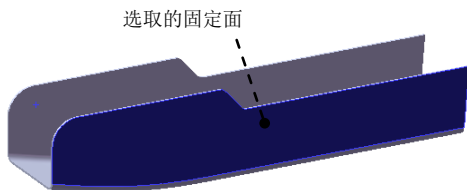

图 12.4.8 选取的固定面
② 定义抽壳参数。在 **参数(P)** 区域的 **D1** 文本框中输入厚度值 0.5。
(3) 单击 按钮，完成抽壳 1 的创建。
Step6. 将零件转换为钣金零件（图 12.4.8）。
(1) 选择命令。选择下拉菜单 **插入(I)** → **钣金(B)** → **折弯(B)...** 命令（或单击“钣金”工具栏上的“折弯”按钮 ）。
(2) 定义钣金折弯参数属性。
① 定义折弯参数。选取图 12.4.8 所示的表面为“固定的面”。在 **折弯参数(B)** 区域的 文本框中输入折弯半径值 0.1。
② 定义钣金折弯系数。在 **折弯系数(A)** 区域的文本框中选择 **K 因子**，把文本框 **K** 的因子系数改为 0.4。
③ 定义钣金自动切释放槽类型。在 **自动切释放槽(I)** 区域的文本框中选择 **矩形**，选中 ☒ **使用释放槽比例(A)** 复选框，在 **比例(I):** 文本框中输入比例系数 0.5。
(4) 单击 按钮，完成“零件转换为钣金零件”的转换。